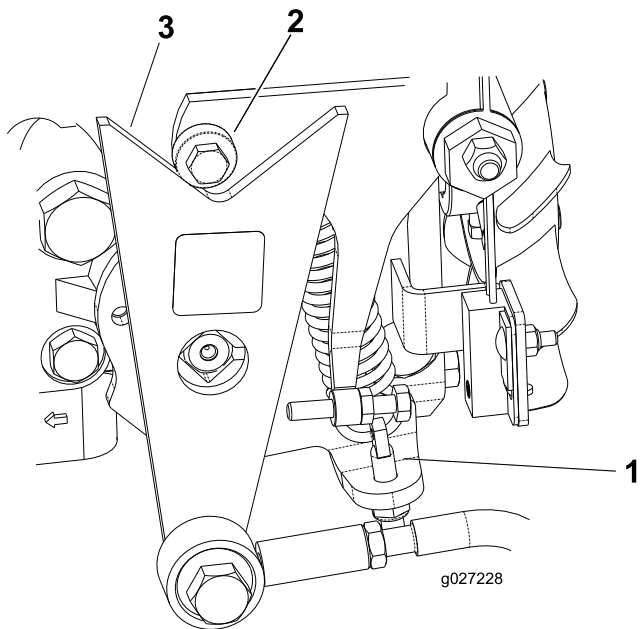

Figura 48
- Si las ruedas giran en la dirección correcta, apague el motor y ajuste la contratuerca del pasador de ajuste del muelle (Figura 48). Ajuste la posición de punto muerto de la tracción; consulte Ajuste del punto muerto de la transmisión de tracción (página 33).